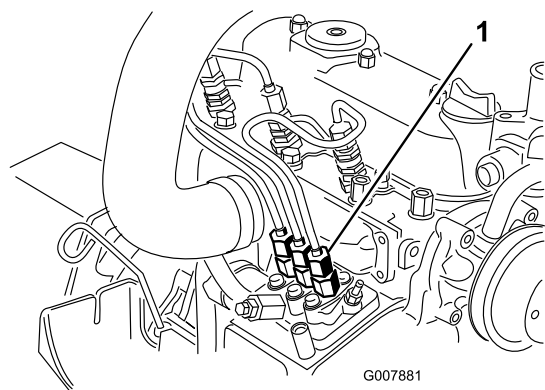

Figura 44
1. Mettete un cencio sotto il raccordo del tubo proveniente dalla pompa d'iniezione e diretto all'ugello dell'iniettore n. 1, come illustrato nella Figura 44.